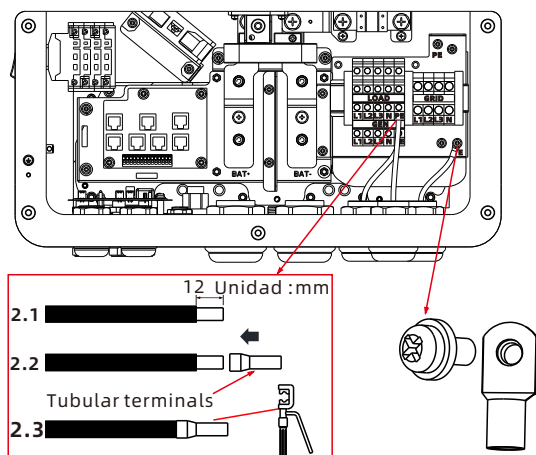

Fig 6.10 Esquema de conexión a tierra
2) Conecte un cable de tierra a la barra de tierra de cobre. La Fig. 6.10 muestra la posición de la barra de puesta a tierra;
- 1 > Conecte el cable redondo antes de conectar el cable de la batería; el punto de tierra se muestra en la Fig. 6.10.